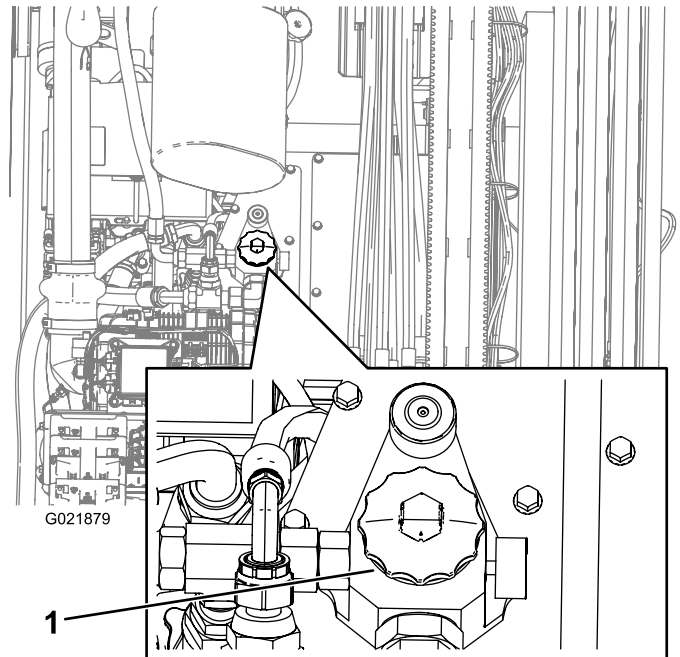

Bild 109
4. Öffnen Sie den Deckel des Hydraulikbehälters (Bild 109).
10. Stellen Sie eine Auffangwanne unter den Filter und entfernen den Filter (Bild 109).